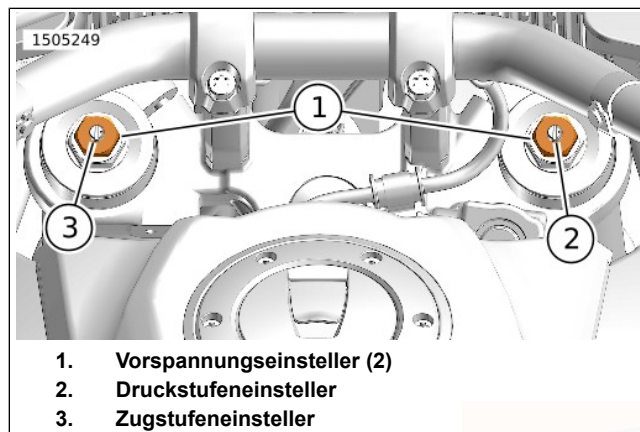

Abbildung 21. Einsteller für Vorderradfederung
Siehe Abbildung 21. Die Schraube des Druckstufeneinstellers (2) befindet sich auf dem rechten Tauchrohr.
Siehe Abbildung 21. Die Schraube des Zugstufeneinstellers (3) befindet sich auf dem linken Tauchrohr.
2. Die Schraube des Zugstufeneinstellers (3) um die empfohlene Anzahl von Umdrehungen gegen den Uhrzeigersinn drehen. Tabelle 28
Siehe Abbildung 21. Die Vorspannungseinsteller (1) befindet sich jeweils auf dem Tauchrohr.